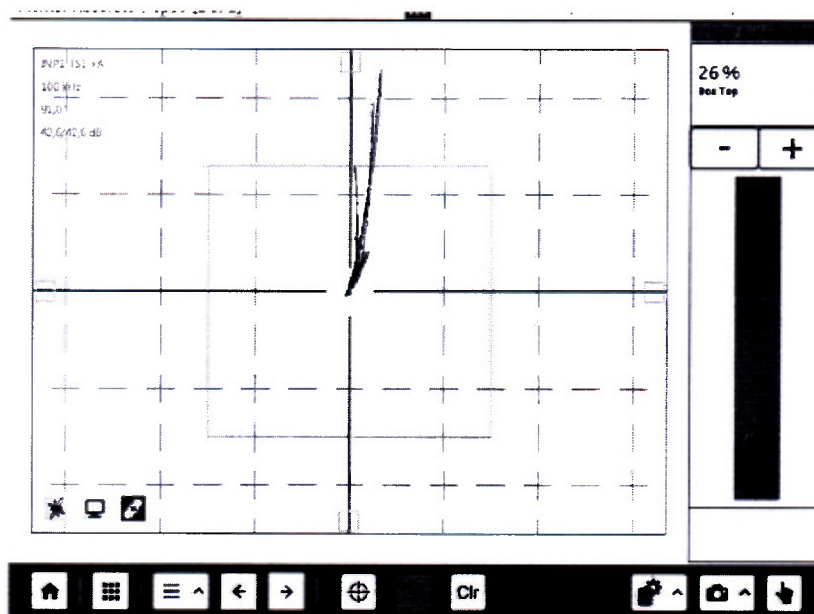
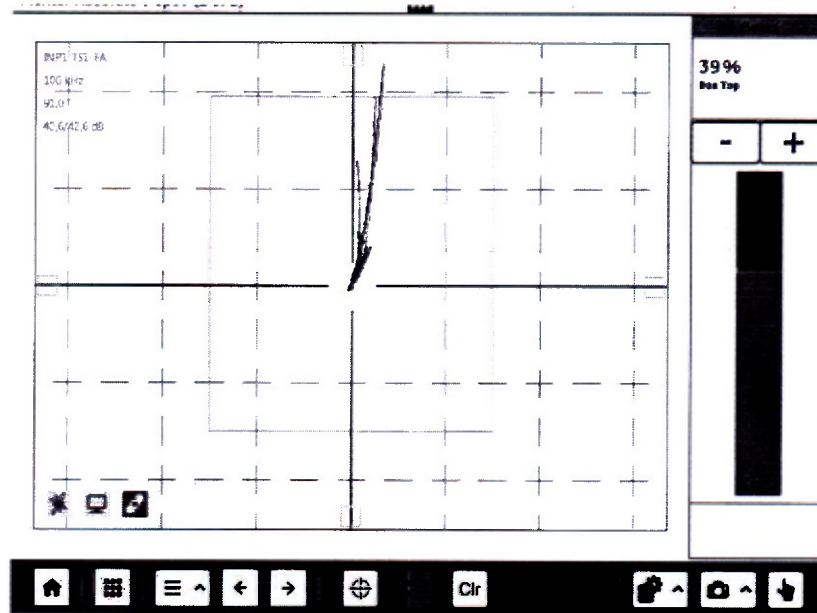
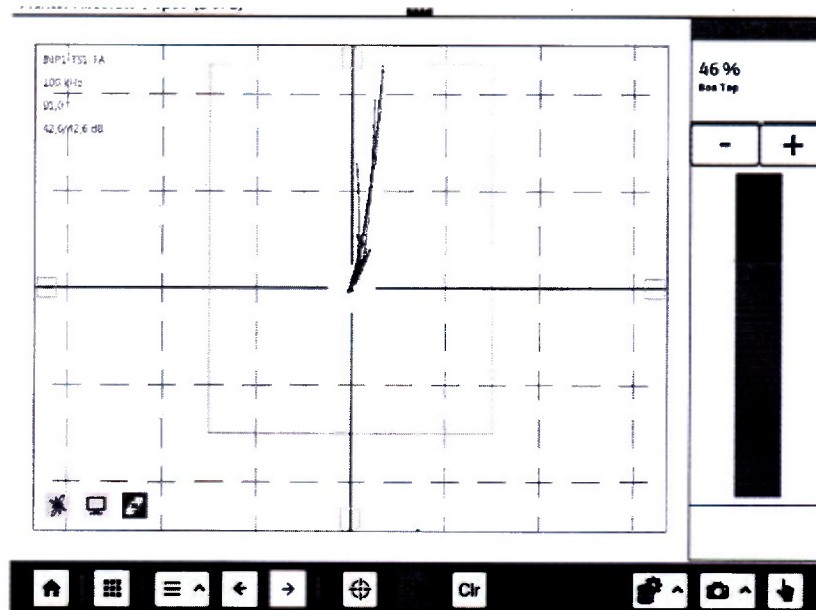

Рисунок 6
Рисунок 7
Рисунок 8
8.4.4.16 Повторить измерение согласно пункту 8.4.4.15 для дефектов глубиной 0,3 (рисунок 6); 0,5 (рисунок 7); 0,7 мм (рисунок 8).